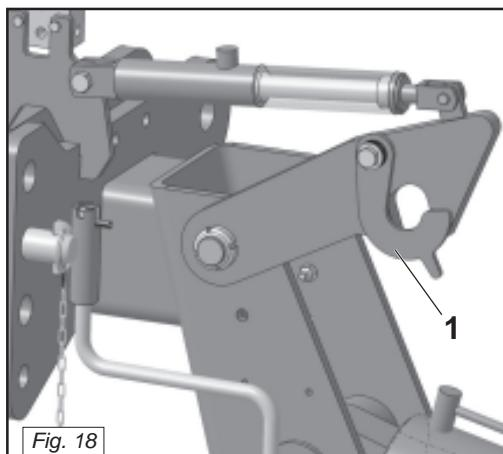

Fig. 18
Per completare la messa in sicurezza della macchina occorre scendere dal trattore, ruotare gli agganci di blocco fino a contatto con i perni di sicurezza (1 Fig. 18).
- To set the machine to full safety conditions, get off the tractor and turn the locking clips until they make contact with the safety pins (1 Fig. 18).
- Um die Maschine ganz in den sicheren Zustand zu bringen, muss man vom Traktor absteigen, und die Sperrhaken drehen, bis sie Kontakt mit den Sicherheitsbolzen (1 Abb. 18) erhalten.
- Pour compléter la mise en sécurité de la machine, il faut descendre du tracteur et tourner les crochets de blocage pour les mettre en contact avec les broches de sécurité (1 Fig. 18).